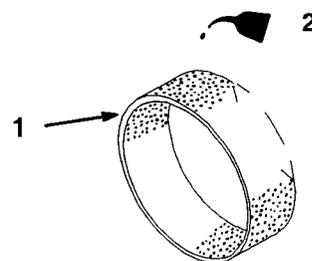

Figure 18
- C. Versate 25–50 g di olio sul filtro (Fig. 18), e strizzatelo per distribuire l'olio.
3. Pulite attorno all'asta di misurazione del livello dell'olio (Fig. 18) perch  lo sporco non penetri nel foro di riempimento, danneggiando il motore.
5. Avvitare l'asta di misurazione del livello dell'olio a fondo sul tubo di riempimento (Fig. 18). Svitare di nuovo l'asta ed osservarne l'estremit  di metallo: se il livello dell'olio   basso, versate lentamente nel tubo di riempimento abbastanza olio da portare il livello alla tacca "FULL".